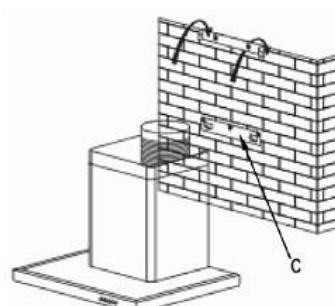

rys. 1
- Używając dostarczonego elementu do zawieszenia okapu i zachowując zalecaną odległość (część A na rys. 1), zaznaczyć na ścianie 3 otwory.
- Przykręcić element podrzymujący służący do zamocowania okapu, zwracając uwagę, by był całkowicie wypoziomowany (część A na rys. 1).